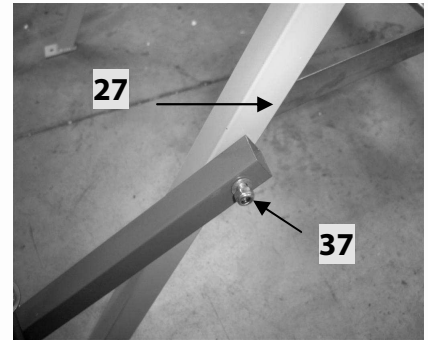

Fig 3
- Positionnez la tête de la vis (28) du côté de l'entretoise du pied (27), puis placez la rondelle et le boulon pour serrer le chariot de coupe (43) (Voir Fig 3).